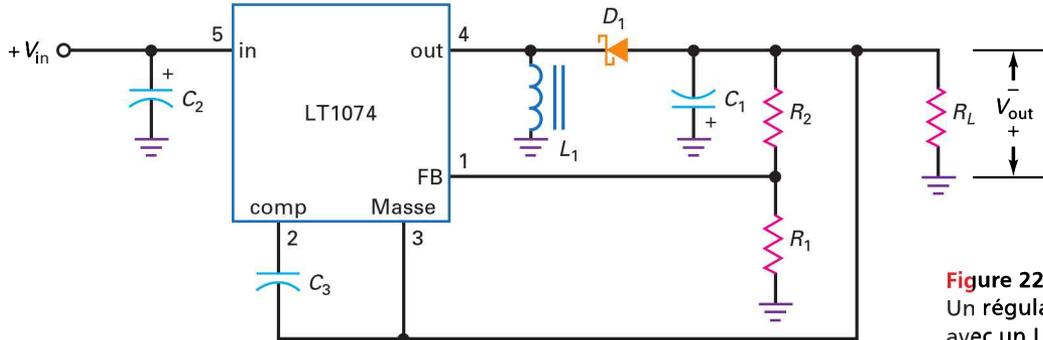

Figure 22.32
La conception interne du CI LT1074 supporte un montage élévateur-abaisseur externe. La figure 22.32 représente le LT1074 monté en régulateur survolteur-dévolteur. De nouveau, nous trouvons une diode Schottky pour améliorer le rendement. Nous avons vu précédemment que l'énergie est stockée sous forme magnétique par l'inductance quand l'interrupteur interne est fermé. Quand celui-ci est ouvert, le champ magnétique disparaît et polarise en direct la diode. La valeur crête de la tension négative induite sur l'inductance est détectée par le filtrage à condensateur en tête pour donner la tension $-I_{\text{out}}^*$.
Dans l'étude précédente de l'architecture survolteur-dévolteur (figure 22.28a), nous avons utilisé un ampli inverseur pour obtenir la tension positive de réaction, car l'échantillon donné par le diviseur de tension était négatif. La conception interne du LT1074 tient compte de ce problème. La fiche technique recommande de mettre la broche GND (masse) à la tension de sortie négative, comme il est indiqué sur la figure 22.32. Cela donne la tension d'erreur correcte pour le comparateur qui commande le modulateur d'impulsions en largeur.
Dans le régulateur survolteur-dévolteur de la figure 22.32, $R_1 = 1 \text{ k}\Omega$ et $R_2 = 5,79 \text{ k}\Omega$. Quelle est la valeur de la tension de sortie ?
22.16 Avez-vous compris ? À la figure 22.32, quelle est la tension de sortie si $R_1 = 1 \text{ k}\Omega$ et $R_2 = 4,7 \text{ k}\Omega$?